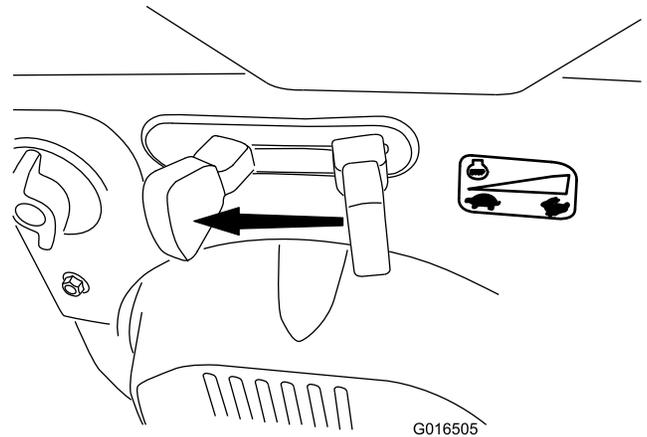

Figure 32
1. Amenez la commande d'accélérateur en position BAS RÉGIME, puis en position ARRÊT (Figure 32) pour couper le moteur. Vous pouvez aussi couper le moteur en tirant la clé de contact vers l'extérieur, à la position centrale.